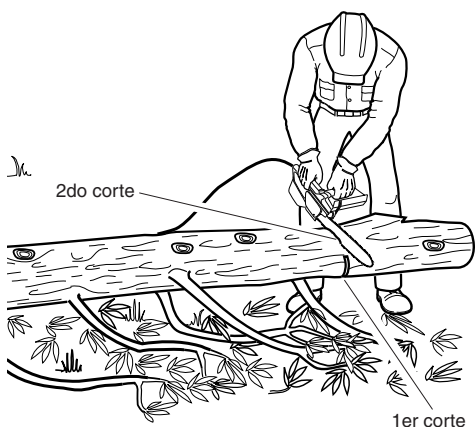

Figura 17 - Trozado del tronco apoyado sobre un solo extremo
1. Haga el primer corte del lado inferior del tronco (vea la Figura 17). Utilice la parte superior de la barra de guía para realizar este corte. Atraviese 1/3 del diámetro del tronco. Este corte impedirá la producción de astillas en esta sección al completarse el corte.